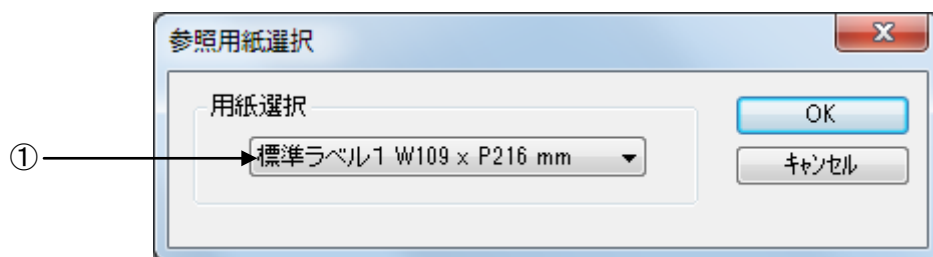

図 1.3.4 参照用紙選択画面
- ⑦センサ無視の設定で、用紙位置で停止を行う場合に有効にします。
- ⑧設定値を登録済みの用紙から参照します。クリックすることにより図 1.3.4 に示す画面が表示されます。